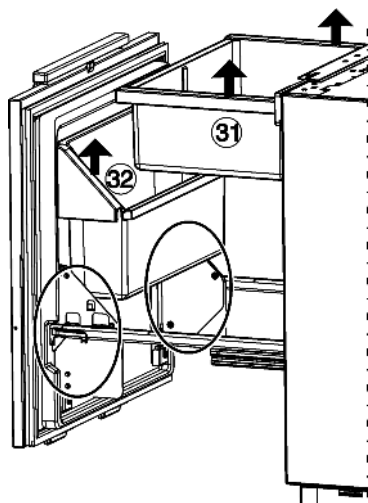

Fig. 21
- ▶ Ёмкость для овощей Fig. 21 (31) и полку для бутылок Fig. 21 (32) приподнимите.
- ▶ Снова вставьте полку для бутылок Fig. 21 (32) и ёмкость для овощей Fig. 21 (31).